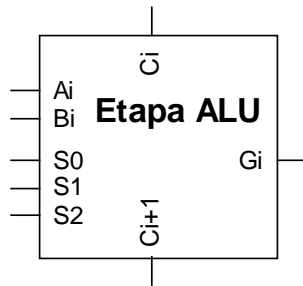
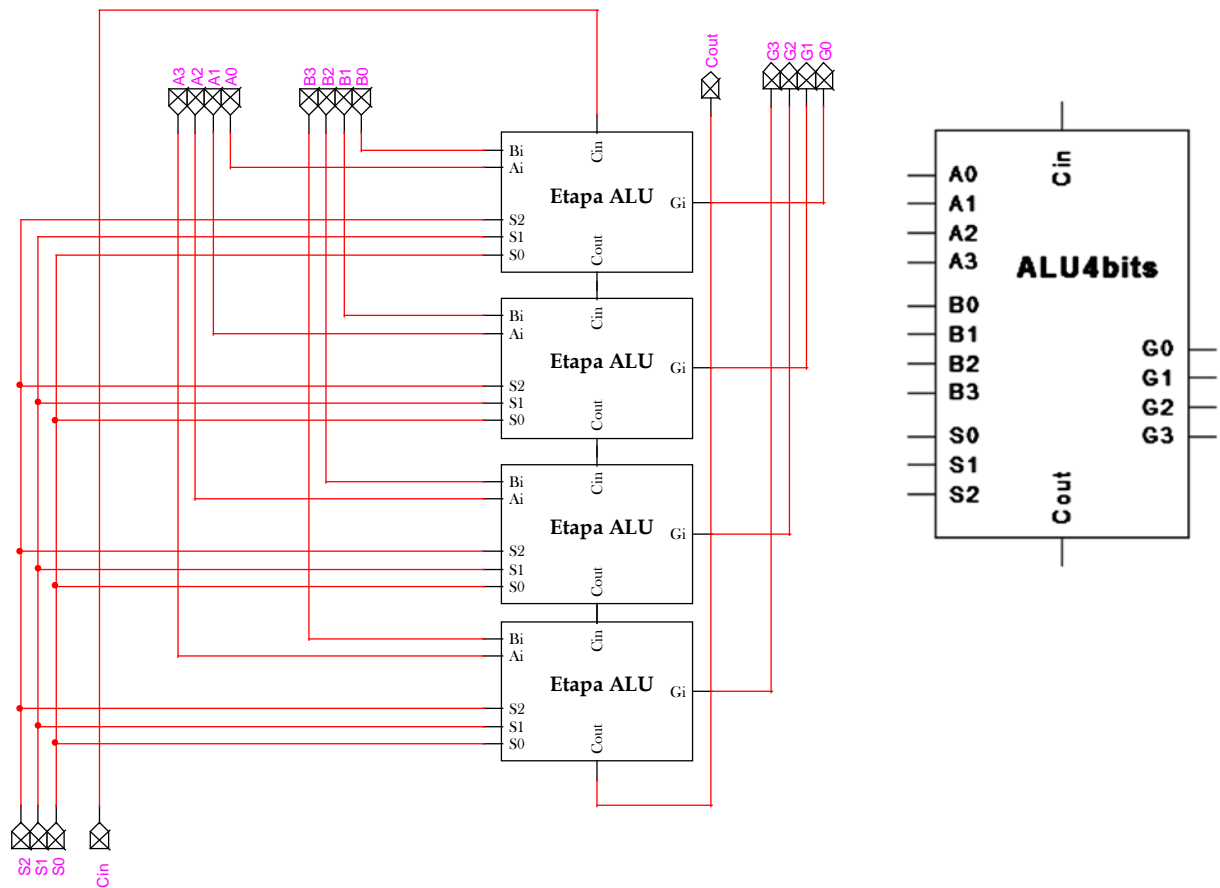

Figura 3.3. Estructura de la Etapa ALU de un bit.
Figura 3.4. Estructura completa de la ALU para palabras de 4 bits.
En la *Figura 3.3* se ilustra el diseño y “encapsulado” de la Etapa ALU de un bit que integra los módulos anteriores de la *Figura 3.2*.
En la Figura 3.4 se ilustra el diseño y “encapsulado” de una ALU de 4 bits, utilizando 4 Etapas ALU de un bit, como las diseñadas en la Figura 3.3.
2. Realice en LogicWorks la ALU de la Figura 3.4 y **el circuito de prueba de la** Figura 3.5. Para ello, use (de la biblioteca Simulation IO.clf ) dos componentes HEX KEYBOARD wo/STB para generar los datos  $A_3 A_2 A_1 A_0$  y  $B_3 B_2 B_1 B_0$ , un componente HEX\_DISPLAY para visualizar las salidas  $G_3 G_2 G_1 G_0$ , cuatro BINARY SWITCH para generar las señales  $S_2 S_1 S_0 C_{in}$ , y un BINARY PROBE para visualizar la salida  $C_{out}$  y así realizar la prueba experimental del circuito.